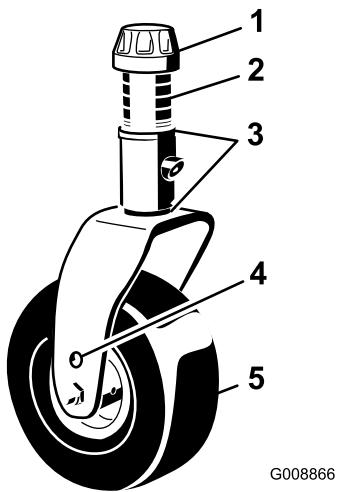
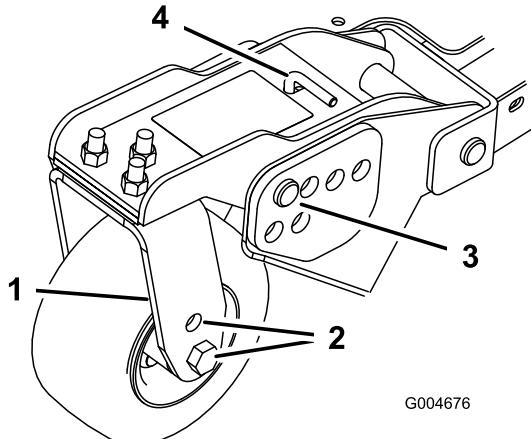
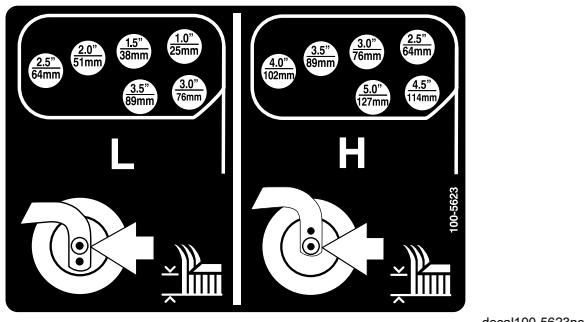

Figura 22
Figura 24
Figura 25
1. Coloque los ejes de las ruedas giratorias en el mismo taladro en todas las horquillas (Figura 22 y Figura 24).
2. Retire el casquillo tensor del eje y deslice el eje fuera del brazo de la rueda giratoria (Figura 22).
6. Retire la chaveta y los pasadores de los brazos de pivote de las ruedas giratorias (Figura 24).
7. Gire la varilla tensora para elevar o bajar el brazo de pivote hasta que los taladros estén alineados con los taladros seleccionados del soporte de ajuste de la altura de corte en el bastidor de la carcasa de corte (Figura 24 y Figura 25).